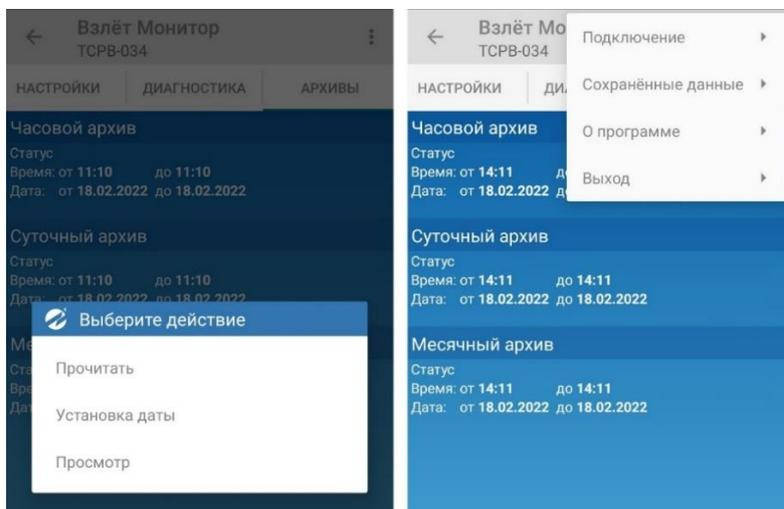

Рис.31. Вызов контекстного меню.
3.5.9. Для перехода в **Сохраненные данные** вызовите контекстного меню (путем длительного касания в области выбранного архива), либо коснитесь кнопки  в меню приложения в правом верхнем углу (рис.31).